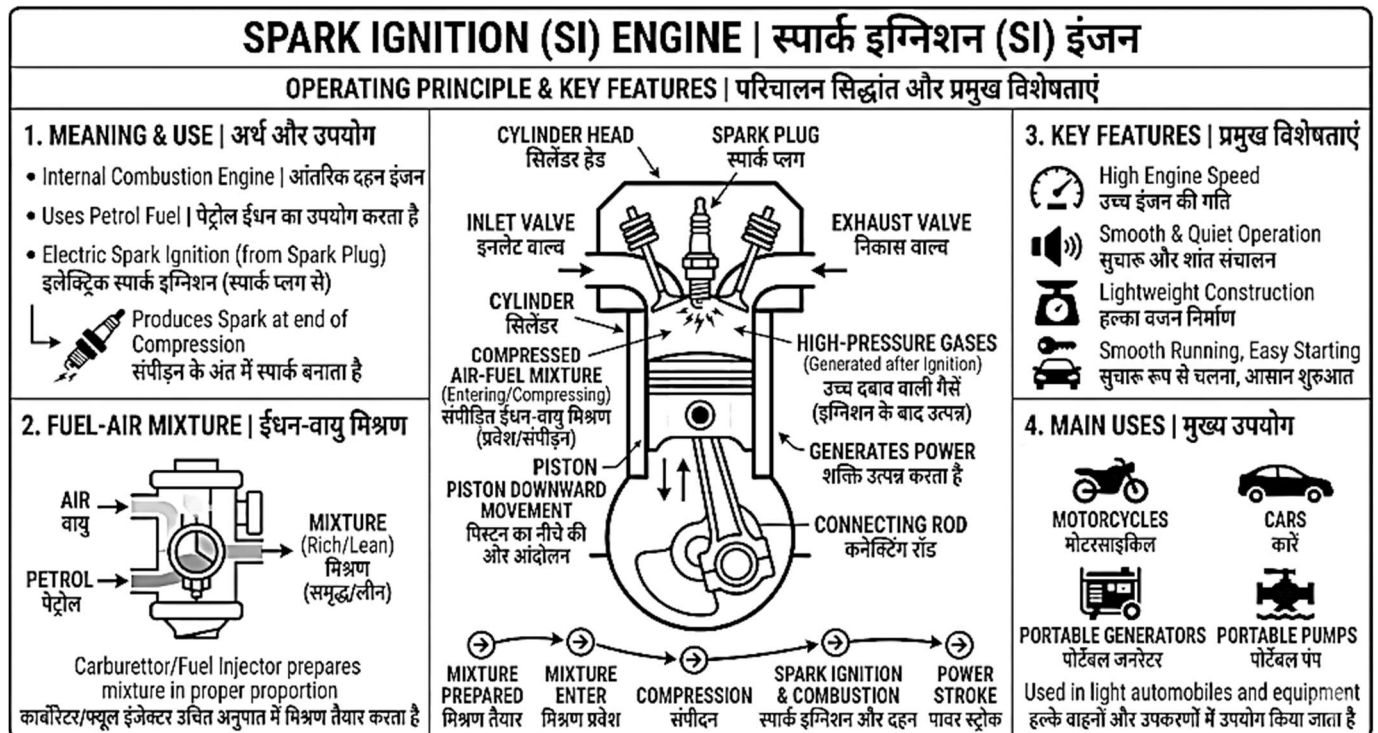

Fig. 7.2: Spark Ignition (SI) Engine – Construction and Working Principle | स्पार्क इग्निशन (SI) इंजन की संरचना एवं कार्य सिद्धांत
7.2.1 Meaning of Spark Ignition (SI) Engine (Fig. 7.2)
7.2.1 स्पार्क इग्निशन (SI) इंजन का अर्थ (Fig. 7.2)